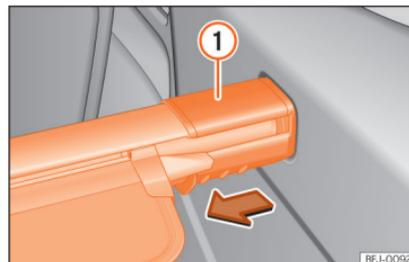

Fig. 120 Na bagageira: desmontar a chapeleira da bagageira.
- Pressione o suporte da cobertura »» Fig. 120 ① no sentido da seta e mantenha-o nesta posição.
- Solte o suporte da cobertura »» Fig. 120 ①.